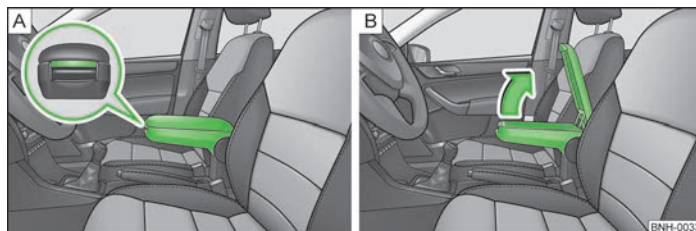

Fig. 33 Cotiera / Deschiderea compartimentului de depozitare
- Apăsați tasta din zona frontală a cotierei » fig. 33 - .
- Rabatați în sus capacul compartimentului de depozitare » fig. 33 - . ■